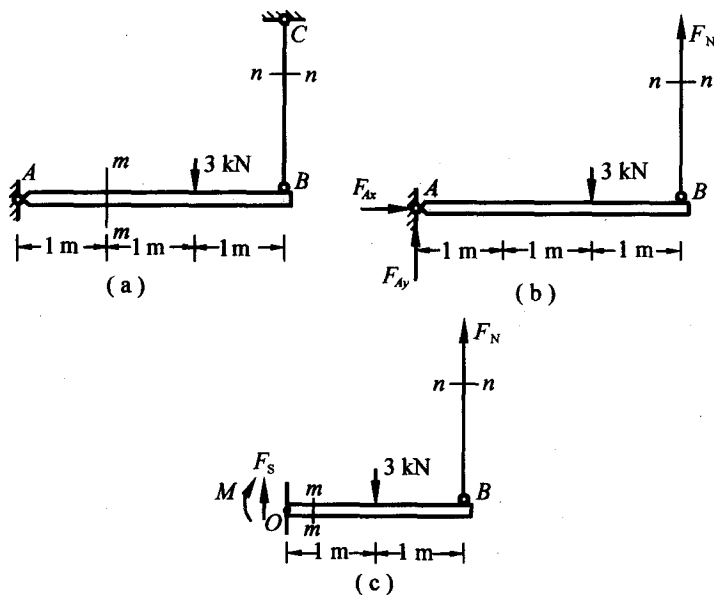

图 1-2
1.2 试求图 1-2(a) 所示结构 $m-m$ 和 $n-n$ 两截面上的内力,并指出 AB 和 BC 两杆的变形属于何类基本变形。
解 应用截面法,对图 1-2(a) 取截面 $n-n$ 以下部分为研究对象,受力如图 1-2(b) 所示。由平衡条件 $\sum M_A = 0, F_N \times 3 - 3 \times 2 = 0$, 解得 $F_N = 2 \text{ kN}$ 。
应用截面法,取图 1-2(a) 所示截面 $m-m$ 以右及 $n-n$ 以下部分作为研究对象,其受力如图 1-2(c) 所示。由平衡条件 $\sum M_o = 0, F_N \times 2 - 3 \times 1 - M = 0, \sum F_y = 0, F_s + F_N - 3 = 0$, 解得 $M = 1 \text{ kN} \cdot \text{m}, F_s = 1 \text{ kN}$ 。